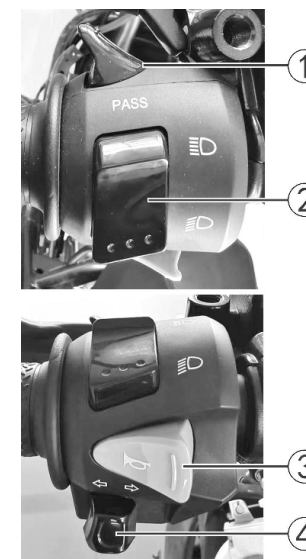

Abbildung 8
Notlichtschalter (2) (Abb. 8)
Fernlichtschalter 1 (Abb. 8) Drücken Sie die Taste „PASS“, um das Fernlicht einzuschalten. **Scheinwerferschalter 2** (Abb. 8)
Hupenschalter 3 (Abb. 8)
Blinkerschalter 4 (Abb. 8)